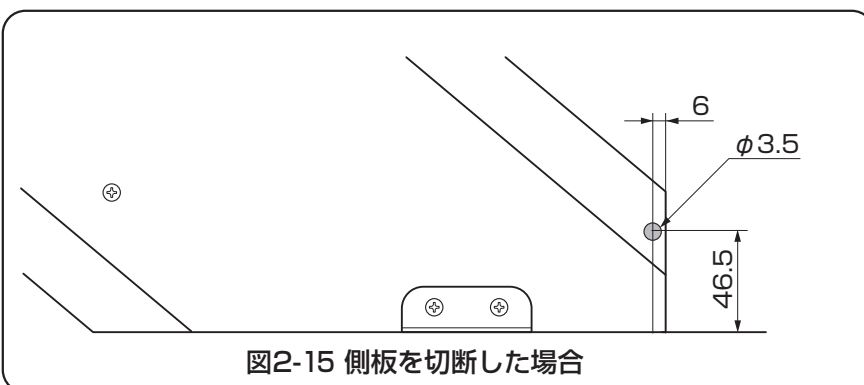

図2-15 側板を切断した場合
- 側板を切断した場合はφ3.5の下孔を開けてから取付けてください。(図2-15参照)